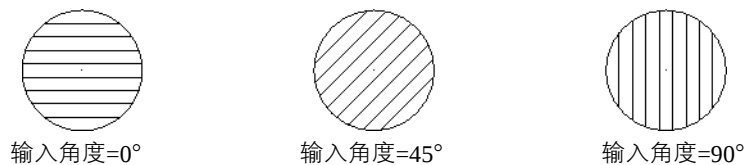

图 5-51 剖面线条的角度
- 角度:除了剖面线间距可以控制外,剖面线的倾斜角度也可以控制。大家可能已经注意到了“剖面线选项”对话框的“角度”文本输入框,填充的角度为 45°,表示剖面线与 X 轴的夹角为 45°。要改变填充剖面线的倾角时,只要在“角度”文本输入框输入相应的值即可,如图 5-51 所示。